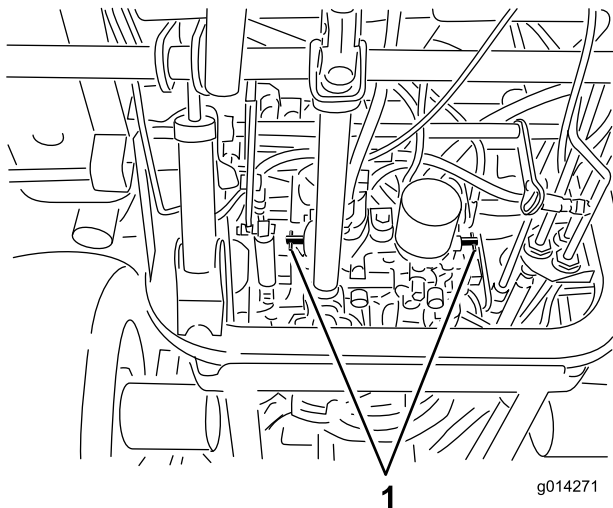

Bild 34
4. Drehen Sie jedes Sicherheitsventil eine Umdrehung nach links (Bild 34).
Drehen Sie jedes Sicherheitsventil um eine Umdrehung nach rechts und ziehen Sie sie mit der Hand fest (ungefähr auf 8 Nm) (Bild 34).